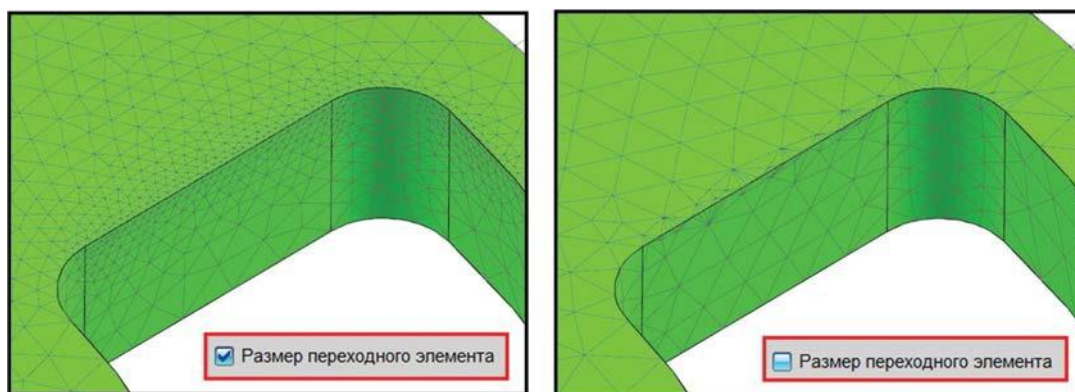

Рис. 10. Размер элемента на основе кривизны
*Размер переходного элемента* – использование данной опции обеспечивает постепенный переход от локального размера элементов на границе, например, заданного командой **Параметры сетки**, к общему размеру элементов для выбранного тела (рис. 10);